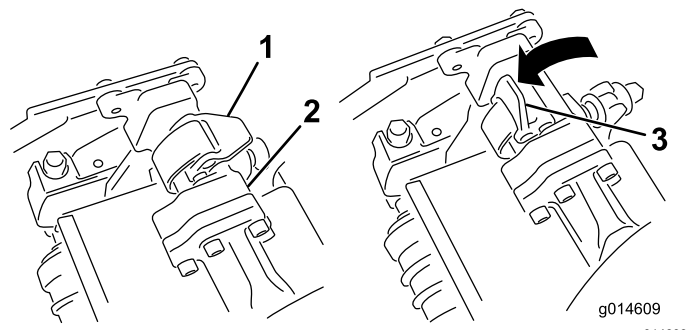
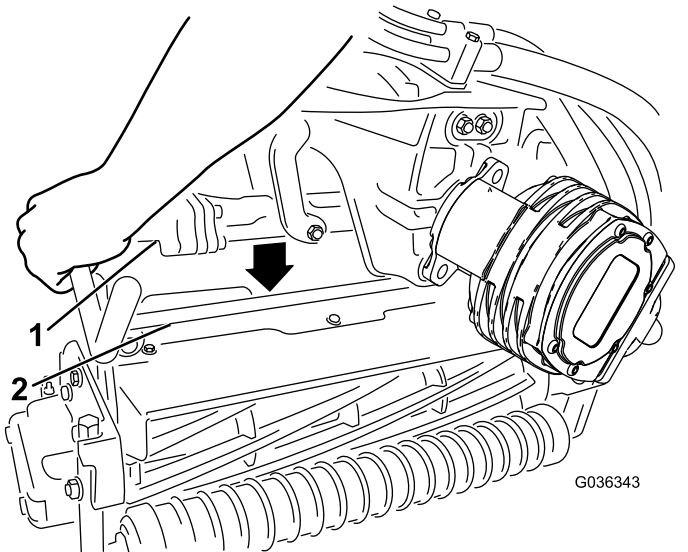

図 54
図 55
4. サスペンションアームのバーについてのラッチを上向き開いた状態にして 図 54、サスペンションアームを押し下げて、バーを、カッピングユニットのバーの上に被せるようにする 図 55。
- ラッチを下げて閉じるとカuttingユニットのバーがロックされてユニットがアームにセットされる 図 54。
5. 取り外したいCuttingユニットのサスペンションアームのバーについているラッチを開く 図 54。